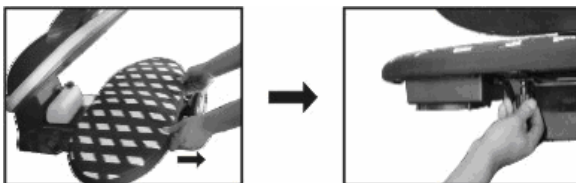

Fig. 7
- d) Disinnestate il dispositivo di blocco sotto l'asse da stiro, estraete l'asse e rifissatela inserendo l'apposito dispositivo di blocco (fig. 7).